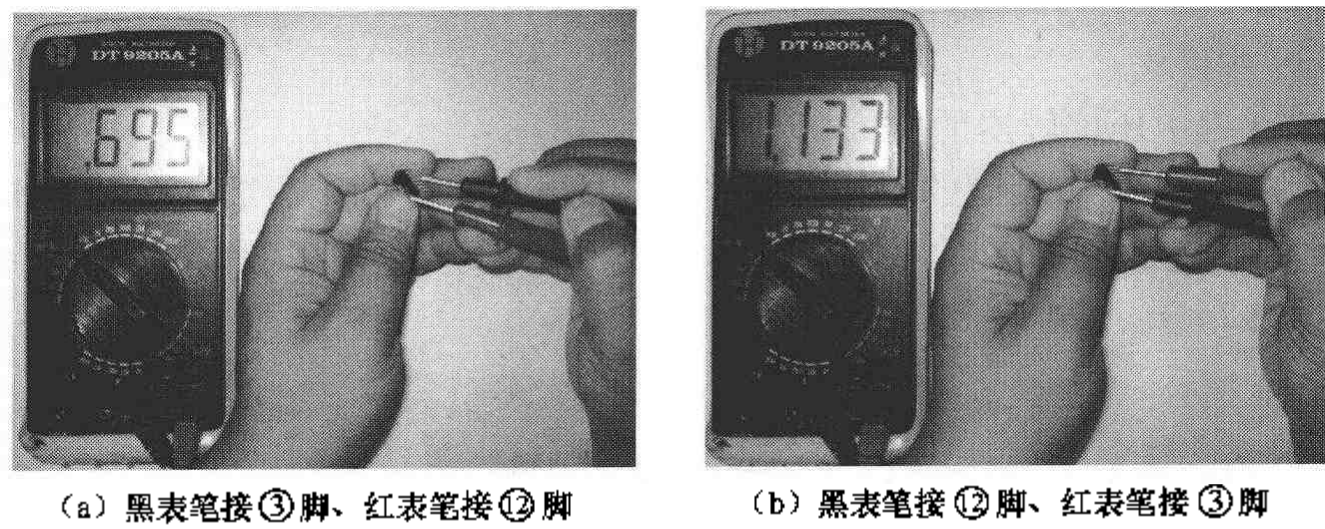

图 5-36 LM339 的供电端子对地阻值检测示意图
(2) LM339 的供电端子对地阻值的检测
LM339 的供电端③脚和接地端⑫脚间的正、反向电阻的检测如图 5-36 所示。